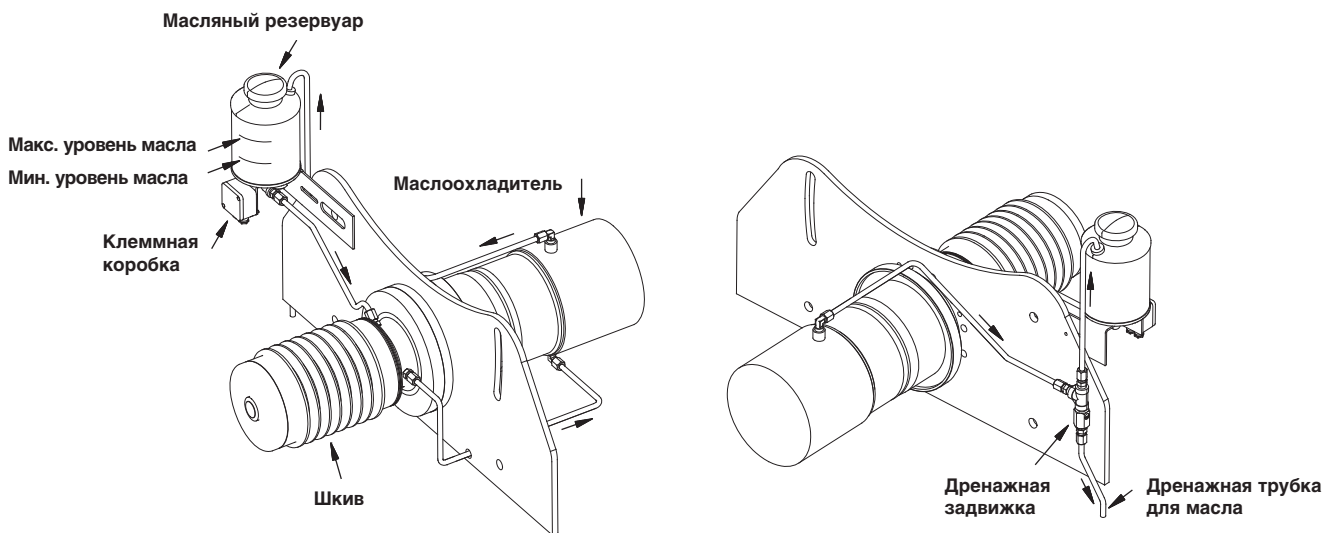

Рис. 13
В ходе работы моторное масло должно постоянно поступать в масляный резервуар. Чтобы проверить приток масла, необходимо заглянуть в резервуар, см. рис. 13.
2. Открыть дренажную задвижку, см. рис. 13. Масло будет вытекать через дренажную трубку.
1. Убедитесь, что дренажная задвижка закрыта, см. рис. 13.